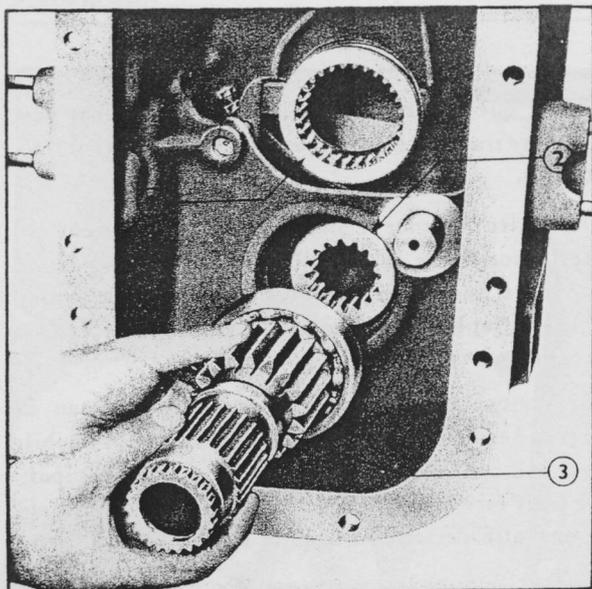

Fig. 27 = Depose de l'Arbre de train inferieur
3. Retirer l'ensemble arbre de train inférieur et roulement arrière (voir Fig.27).